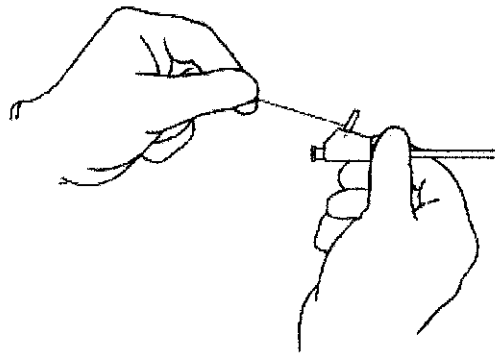

Fig. 1
- a. Estabilice el conjunto conector del catéter Mac-Loc con una mano y tire del hilo de bloqueo para que el extremo distal del catéter adopte su forma de lazo (Fig 1)
1. Sujete el conector hueco (hub) con una mano y tire el monofilamento hacia atrás para conformar el lazo en el extremo del catéter (Fig 1).